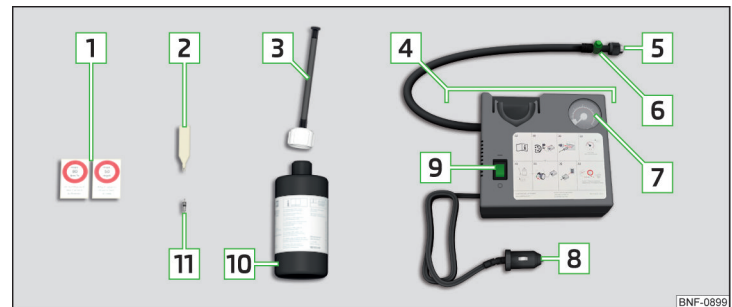

Abb. 255 Pannensetbeschreibung
- › Den Ventileinsatzdreher **2** » **Abb. 255 auf Seite 235** auf den Ventileinsatz stecken, sodass der Ventileinsatz in den Schlitz des Ventileinsatzdrehers passt.
- › Den Reifenfüllschlauch **7** » **Abb. 255 auf Seite 235** fest auf das Reifenventil schrauben.